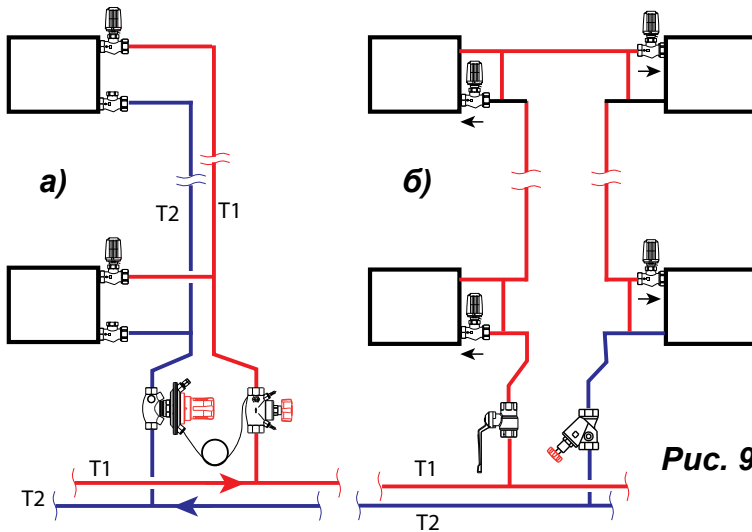

Рис. 9
20. Для нормальной работы системы отопления стояки должны быть оснащены запорно-регулирующей и балансирующей арматурой, обеспечивающей необходимые расходы теплоносителя по стоякам и горизонтальным ответвлениям в течение всего отопительного периода и слив воды из них при необходимости. Для этих целей могут быть использованы автоматические регуляторы перепада давления (рис. 9а) или расхода или же ручные запорные и балансирующие вентили (рис. 9б). Термостат не является запорной арматурой. При необходимости демонтажа радиатора, на подводке к которому установлен термостатический клапан, следует снять термостатическую головку и полностью закрыть клапан с помощью металлического колпачка (1 8525 11), а затем заглушить его со стороны снятой подводки, а также перекрыть обратную магистраль.
Следует учесть, что различные виды арматуры устанавливаются на подводках, стояках и магистралях только с учётом направления движения теплоносителя по стрелке (см. рис. 9б).